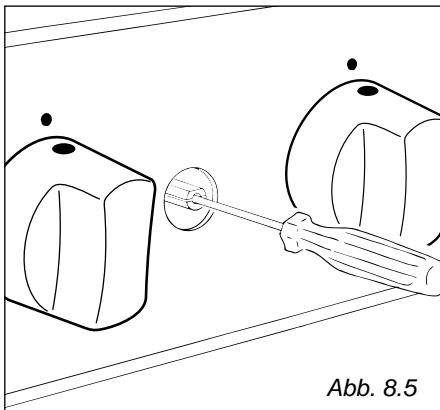

Abb. 8.5
- Zum Verstellen die Schraube mit einem kleinen, flachen Schraubendreher in die Verschlussstange drücken (Abb. 8.5).